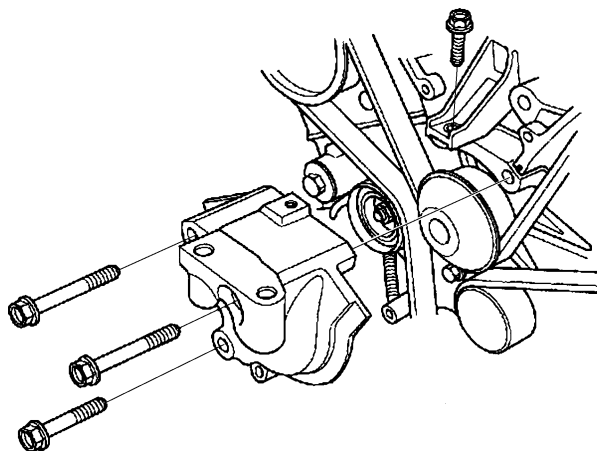

图 23-32 拆卸发动机侧面安装支架的下半部分
15) 按照图 23-32 所示, 拆卸发动机侧面安装支架的下半部分。